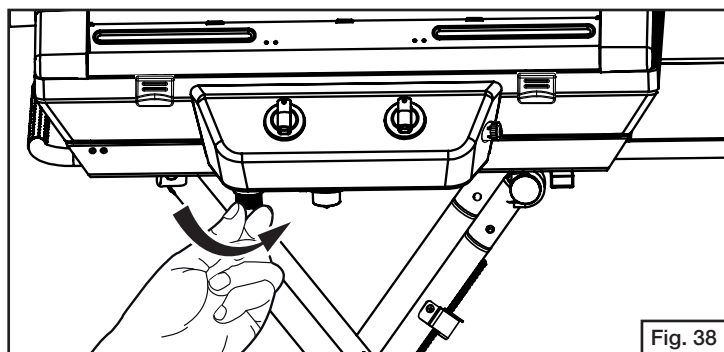

Fig. 38
- Si l'allumeur ne crée pas d'étincelles, le faire tourner dans le sens anti-horaire pour ouvrir le couvercle du compartiment à pile et remplacer la pile. (Fig. 38)